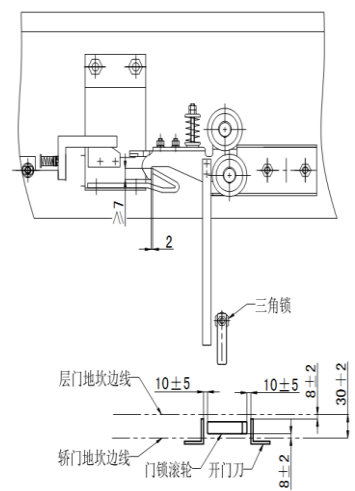

图 14-5 门锁调整和门刀调
14.1.5.1 开门刀与各层门地坎和各层机械、电气联锁装置的滚轮与轿厢地块间的间隙均应为  $8 \pm 2\text{mm}$ , 见图 14-5。